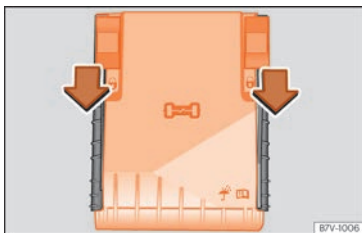

Fig. 62 Nel vano motore: coperchio della scatola dei fusibili.
- Spostare le linguette di blocco in avanti, nella direzione indicata dalla freccia, per sbloccare il coperchio della scatola dei fusibili »» **fig. 62.**